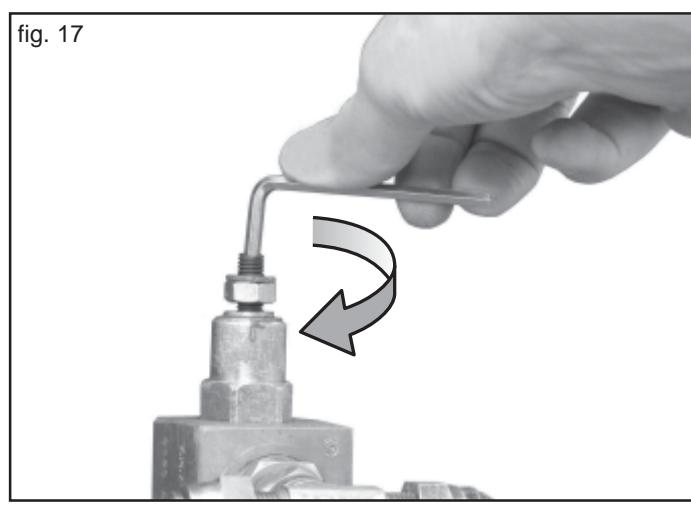

fig. 17
- 4) Mit einem Inbusschlüssel (Nr. 4 - Abb. 17) an der Geräterückseite sehr langsam im Uhrzeigersinn drehen, bis sich die Rahmen bewegen.